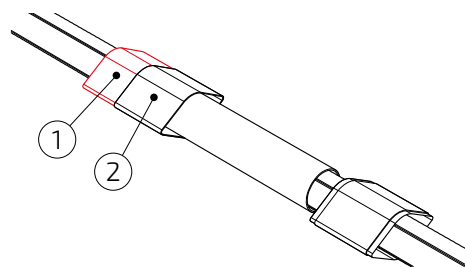

Рис. 4.7.6
6. Удалить упаковочную пленку 1 с внутренней поверхности термоусаживаемого рукава 2 (рис. 4.7.6).